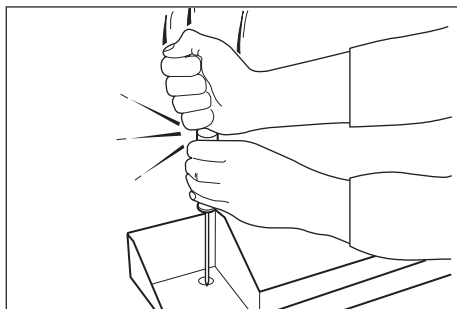

Fig. 8
- Forzar la membrana de la bandeja colectora hasta romperla (Fig. 8) y controlar que el agujero coincida con el embudo colector. En caso contrario, mover la máquina hasta que coincidan.